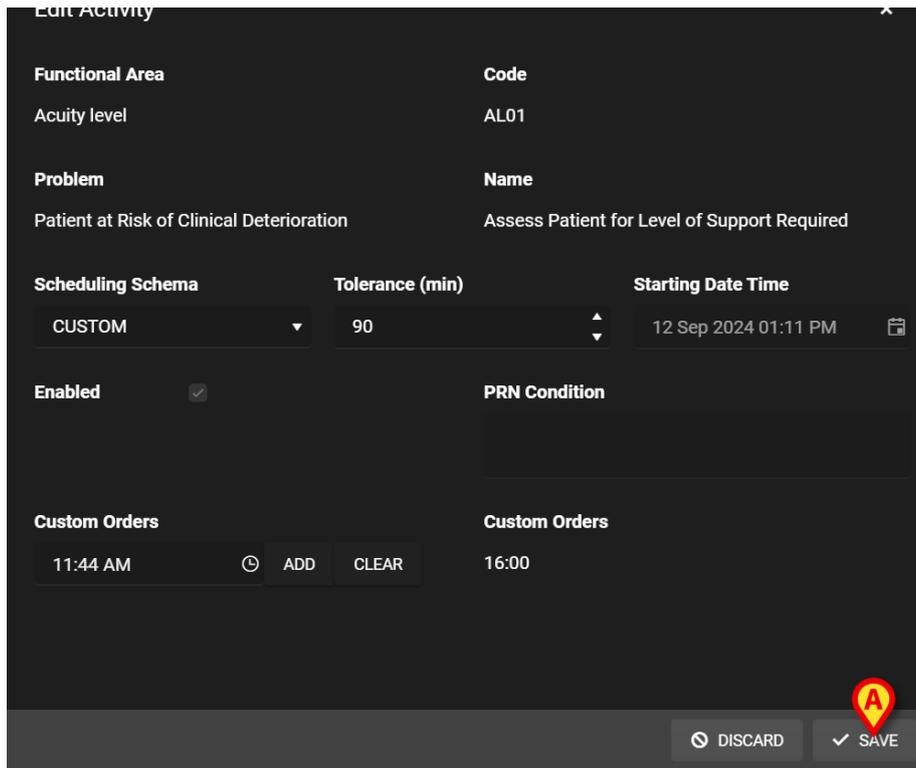

Fig 24
Se abre una ventana "Edit activity" (Editar actividad) en la que se detallan las características de la actividad (Fig 24). Véase el apartado 2.3.1 para la descripción de la ventana "Edit activity" (Editar actividad) y los procedimientos de edición.
- Pulse el botón **Save** (Guardar) (Fig 24 **A**).